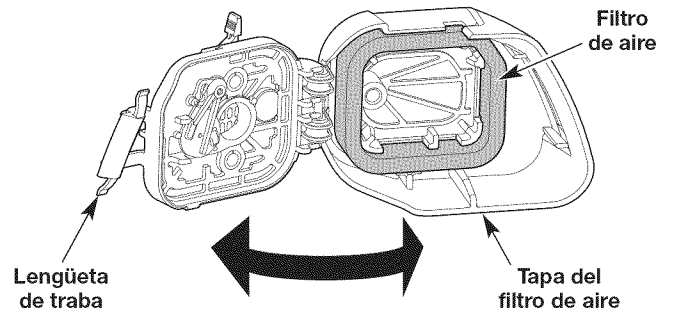

Fig. 20
1. Abra la tapa del filtro de aire. Presione la lengüeta de de traba hacia adentro y gire la tapa del filtro de aire hacia la derecha (Fig. 20).
2. Saque el filtro de aire del interior de la tapa (Fig. 20).
6. Vuelva a poner el filtro dentro de la tapa del filtro de aire (Fig. 20).
7. Cierre la tapa del filtro de aire. Gire la tapa del filtro de aire hacia la izquierda y presiónela hasta que la lengüeta de traba encaje en su lugar (Fig. 20).